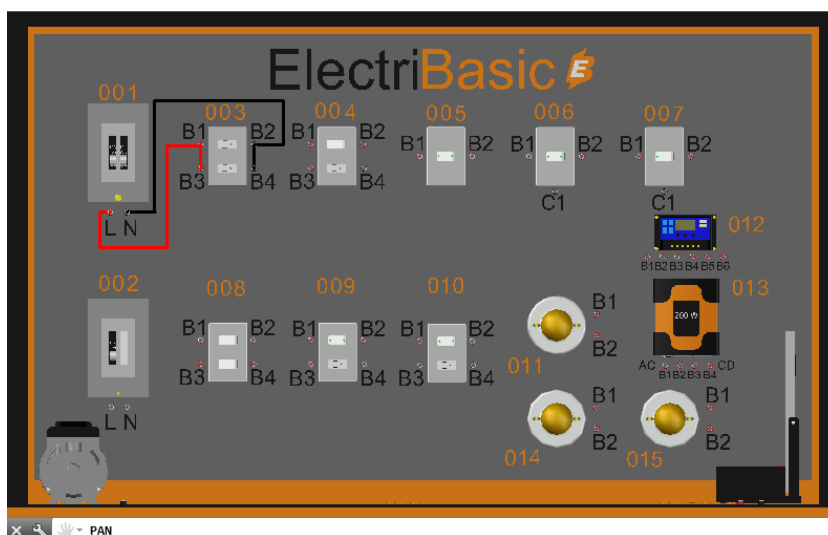

Fig.1 Conexión de contacto polarizado
- 2.-Conectar el interruptor termomagnético conectando el borne 001-L con 003-B1 y el borne 003-B2 borne del interruptor 001-N, 003-B3 se debe de conectar con el borne 003-B1 y el borne 003-B2 con el borne 003-B4 para tener una conexión en paralelo y sea alimentado por el mismo contacto como se muestra en la Fig.1